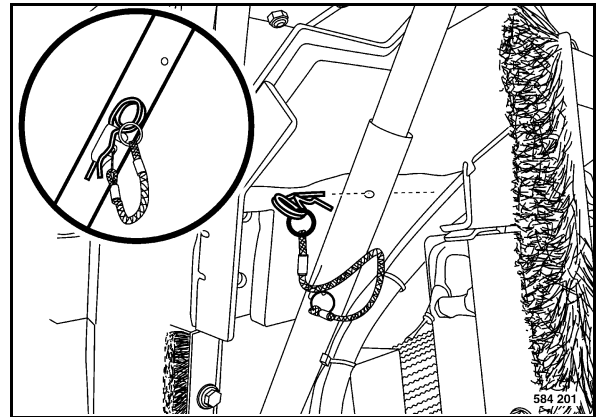

Fig. 182
- Abrir por completo la cubierta del motor (Fig. 182) y asegurarla.